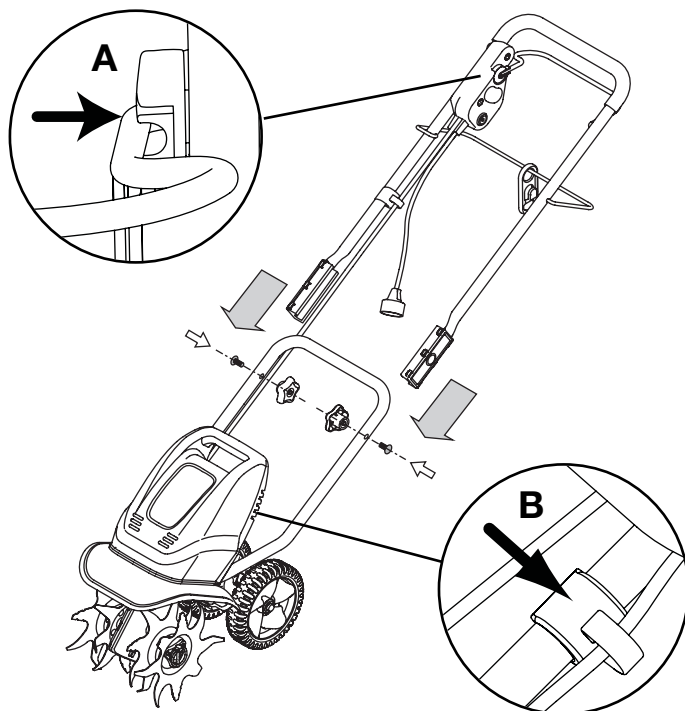

Fig. 1
5. Verifique que el asa esté montada en el conjunto del interruptor (Fig. 1, A).